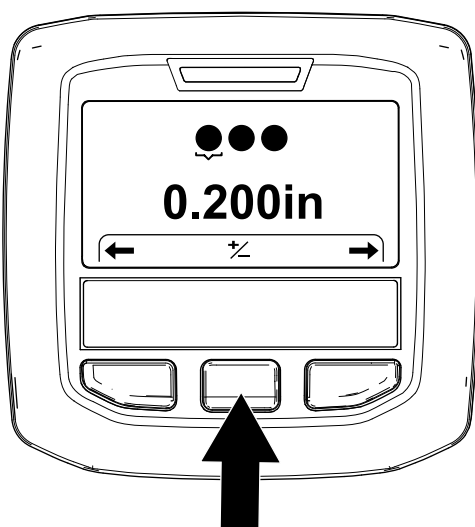

Рисунок 58
3. Нажимайте правую кнопку инфо-центра, пока не отобразится экран Setting the Tine Diameter (Установка диаметра зуба) (Рисунок 58).